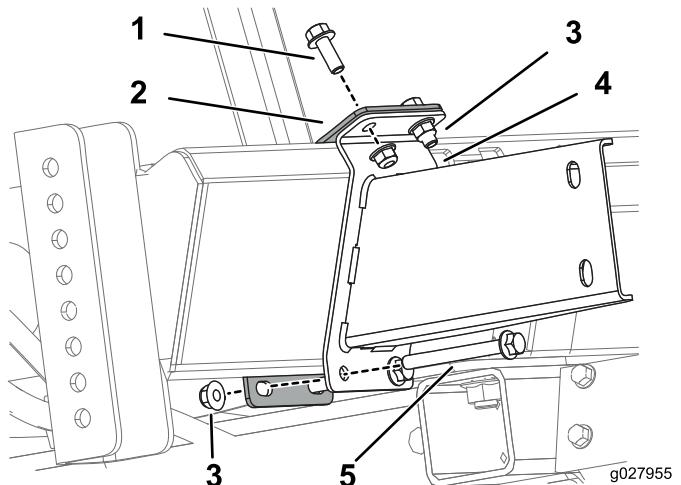

Figure 4
3. Montez le support inférieur et la patte de support inférieure sur le cadre au moyen de 2 boulons (3/8-16 po), 2 boulons (3/8-16 x 3 1/2 po) et 4 écrous à embase (3/8-16 po), comme montré à la Figure 4.